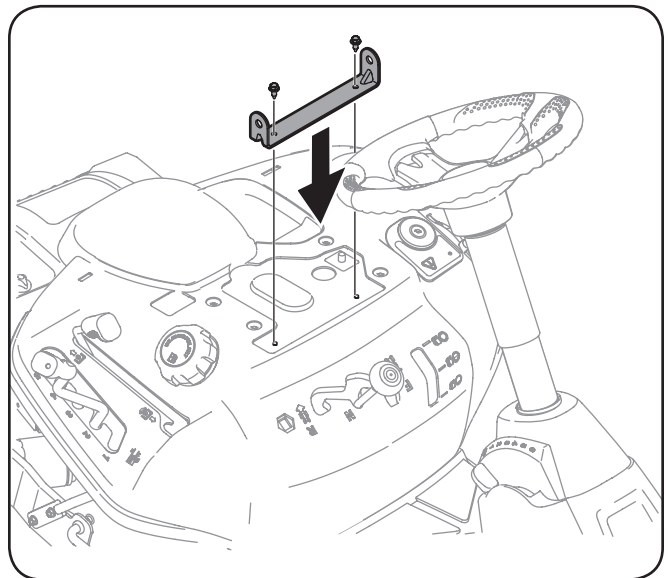

Figure 3-6
3. Alignez le support du siège sur les trous, comme indiqué dans la Figure 3-6.
4. À l'aide d'une clé à cliquet de 6 mm (1/4") et d'une douille de 9 mm (3/8"), fixez le support du siège avec les boulons autotaraudeurs retirés à l'étape 2. Voir Figure 3-6.